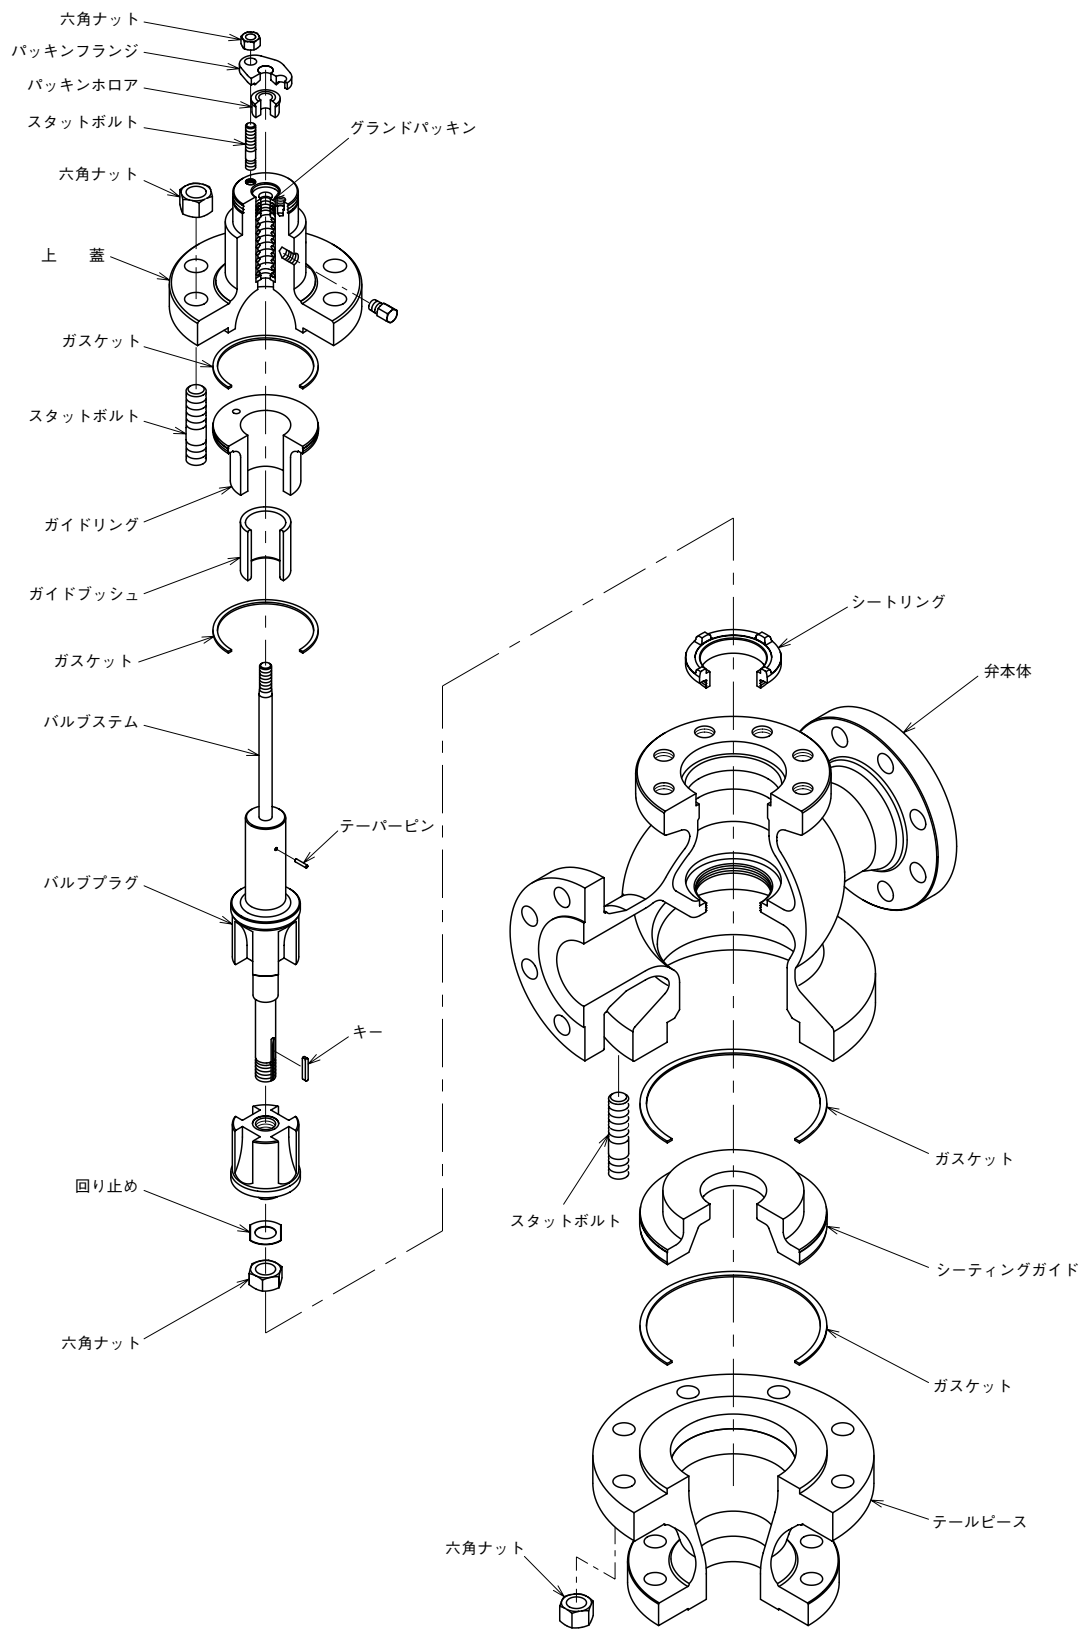

図 4-4 HDT形 3~6B
■分割形(HDT)の場合：図4-4参照
■分割形(HDT形)の場合：図4-4参照